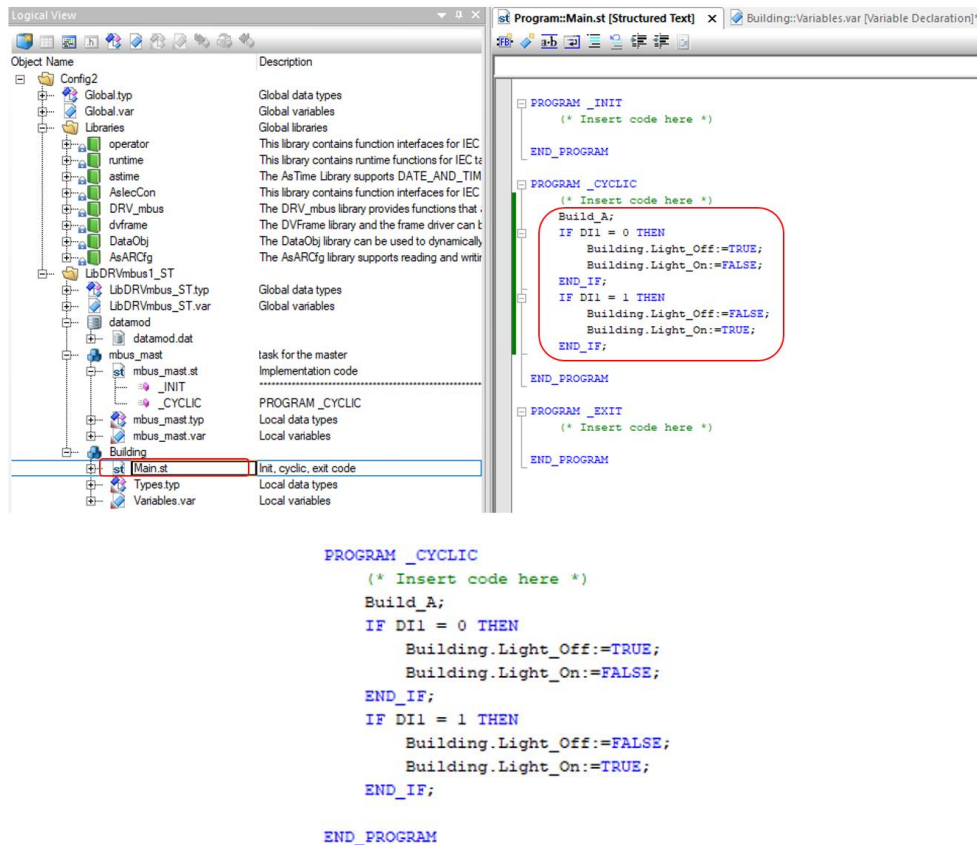

图1-42 主程序中添加循环执行代码
19.双击打开主程序段下的 Main.st，添加循环执行代码，如图 1-42 。此段代码实现当摄像头报警信号有效时，灯光点亮；报警信号无效时，灯光熄灭。